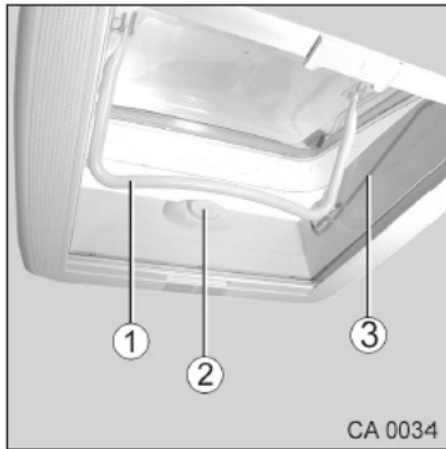

Fig. 59 Lanterneau
1. Appuyer sur le bouton-poussoir (Fig. 59/2) et tirer simultanément l'étrier (Fig. 59/1) vers le bas dans la rainure de guidage (Fig. 59/3) en passant devant le bouton-poussoir (Fig. 59/2).
2. Ouvrir le lanterneau. Pour ce faire, pousser l'étrier (Fig. 59/1) vers le haut dans l'un des trois blocages d'ouverture.
1. Fermer le lanterneau. Pour cela, tirer l'étrier (Fig. 59/1) vers le bas.
2. Bloquer l'étrier (Fig. 59/1) avec le bouton-poussoir (Fig. 59/2).